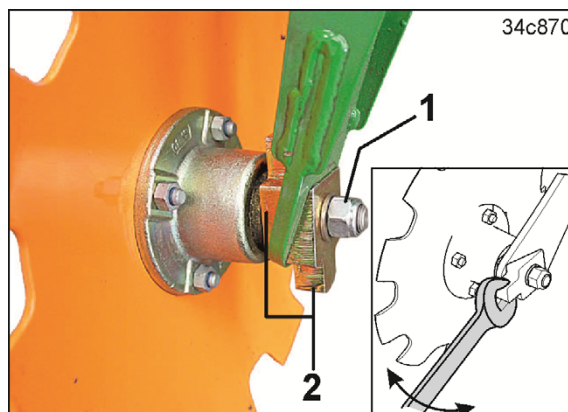

Рис. 187
- 4.1 Отверните шестигранную гайку (Рис. 187/1) и поверните диск маркера вместе с подкладными клиньями (Рис. 187/2).